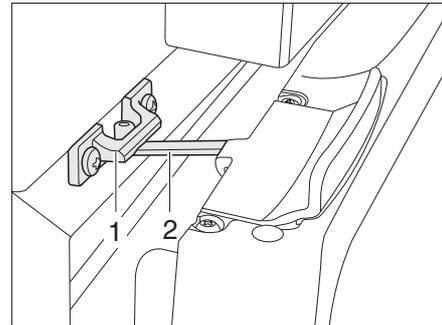

Fig. 134 Porte du réfrigérateur en position de ventilation (Thetford)
■ Ouvrir le verrouillage (Fig. 134,2) et l'enclencher dans le logement de verrouillage (Fig. 134,1). La porte du réfrigérateur reste ainsi légèrement ouverte.